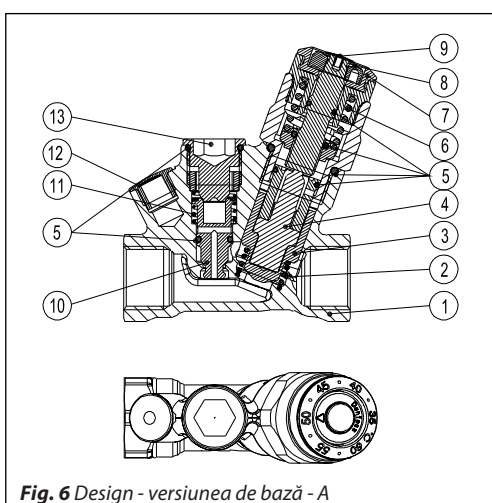
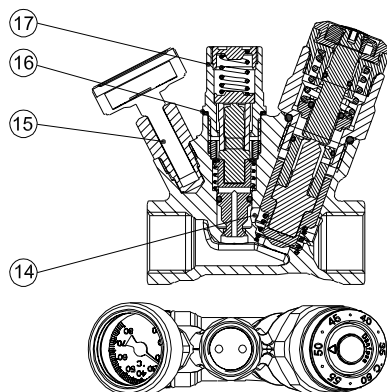
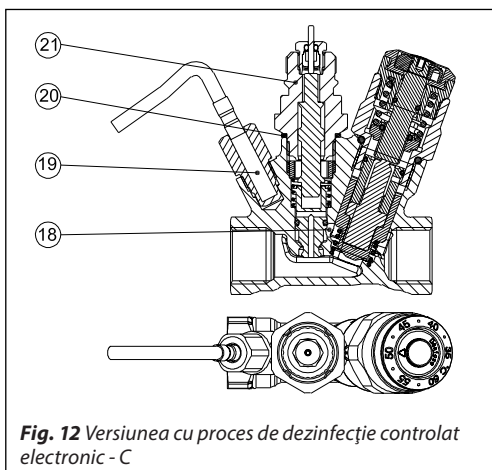

Fig. 6 Design - versiunea de bază - A
Fig. 9 Design - versiune automată cu funcție automată de dezinfecție termică - B
Fig. 12 Versiunea cu proces de dezinfecție controlat electronic - C
MTCV este o vană proporțională termostatică automată. Un termoelement (fig. 6 poz. 4) este plasat în conul vanei (fig. 6 poz. 3) pentru a reacționa la schimbările de temperatură.
Un arc de siguranță (fig. 6 poz. 6) protejează termoelementul împotriva deteriorării atunci când temperatura apei depășește valoarea punctului de referință.
După scoaterea dopului din conectorul de dezinfecție (fig. 6 poz. 13) - (operația poate fi efectuată în condiții de lucru, sub presiune) se poate monta modulul de dezinfecție termostatică (fig. 9 poz. 17).
- 1-13 Conform descrierii din fig. 6
După scoaterea dopului de dezinfecție (fig. 6 poz. 13), adaptorul poate fi montat (fig. 12 poz. 21) și la fel servomotorul termic TWA.
În capul termometrului (fig. 12 poz. 19) trebuie montat un senzor de temperatură PT 1000 . Servomotorul termic și senzorul sunt conectate la regulatorul electronic CCR2+ care permite un proces eficient de dezinfecție în fiecare coloană montată de recirculare. Modulul principal de reglare lucrează în intervalul de temperatură 35-60 °C. Când procesul de dezinfecție / tratamentul apei calde începe, CCR2+ controlează debitul prin MTCV prin intermediul servomotoarelor termice TWA. Avantajele unui proces de dezinfecție reglat electronic cu CCR2+ sunt:
1-13 Conform descrierii din fig. 6